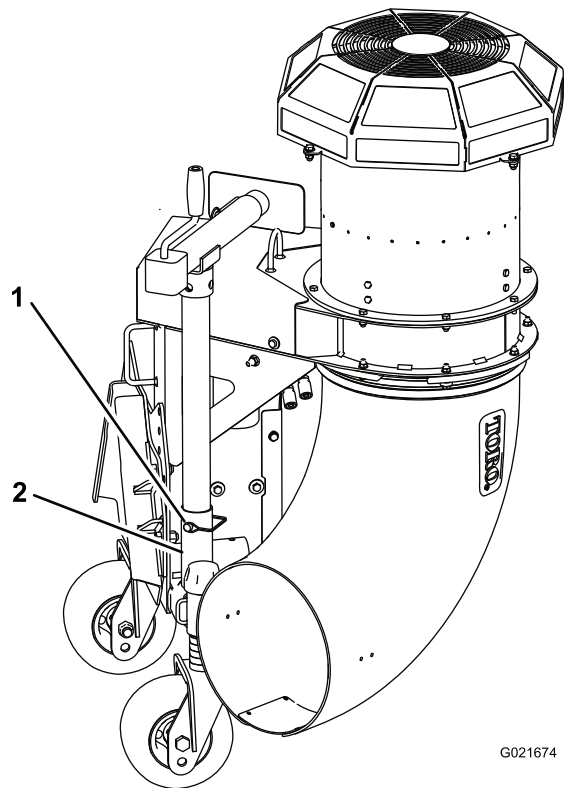

Bild 5
5. Entfernen Sie den Einraststift, mit dem das Achsständerrohr am Einlagerungsrohr befestigt ist (Bild 5). Nehmen Sie den Achsständer aus der Einlagerungsposition.